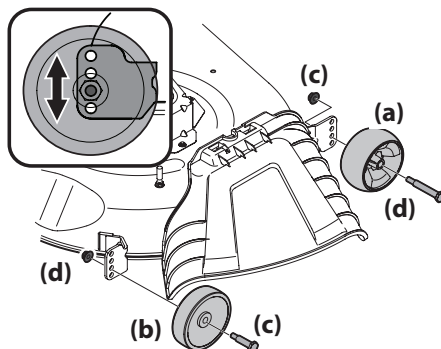

Figura 2-12
- b. Retire las ruedas delanteras (a) y traseras (b) de la plataforma retirando las tuercas de seguridad con (c) brida y los tornillos con reborde (d) que las sujetan a la plataforma. Vea la Figura 2-12.